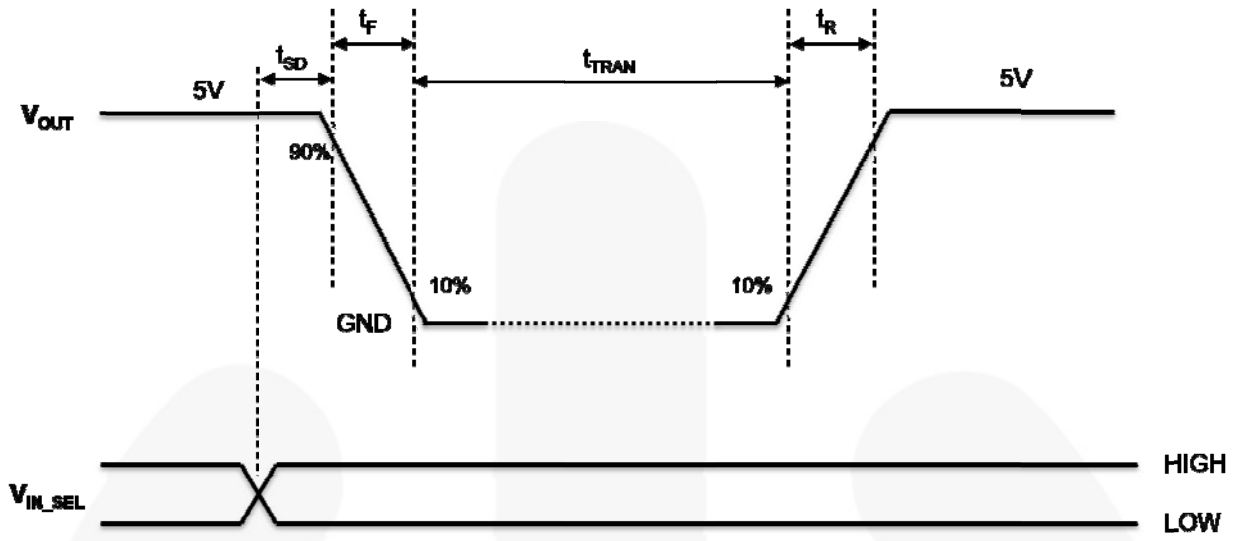

图 6. 转换延迟 ($V_{IN}=V_{BUS}=5\text{ V}$)
- $t_{SD}/t_{TRAN}/t_R/t_F$ 在图 6 中定义。